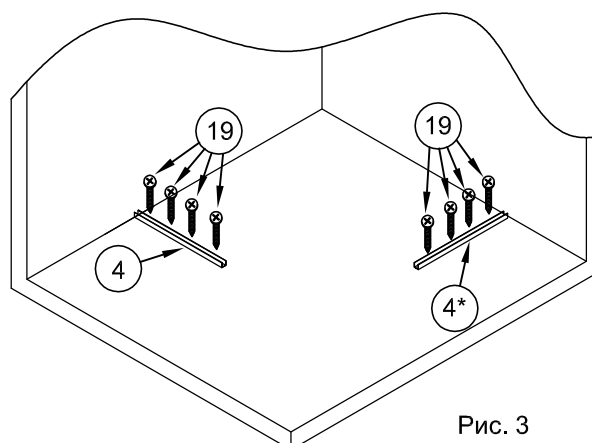

Рис. 3
1.5. Установить профили №4 и №4\* на соответствующие места пола. Вставить в отверстия шурупы №19 и вкрутить их отверткой, закрепив профили в положенных местах на полу (рис.3).